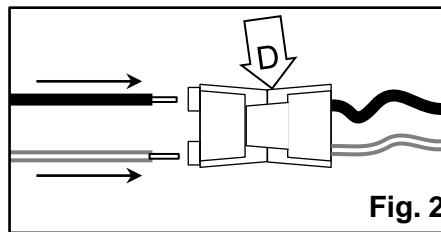

Fig. 2
3. Abra la **placa de acceso** (B) y enrosque los **cables de alimentación** a través de la **entrada** (C). Inserte los **cables de alimentación** en el **conector rápido** (D) alineando el **cable negro** de alimentación con el **cable negro** del luminario y el **cable blanco de alimentación** al **cable blanco del luminario**. [Fig. 2]